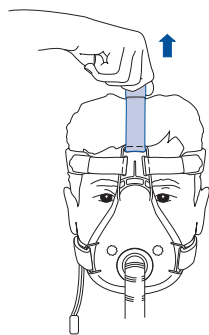

Figura: 5
- 5 Ajuste la correa de Velcro superior (fig. 5) apenas lo suficiente para dar más estabilidad al calce de la mascarilla. La mascarilla debe quedar estable pero no demasiado apretada.